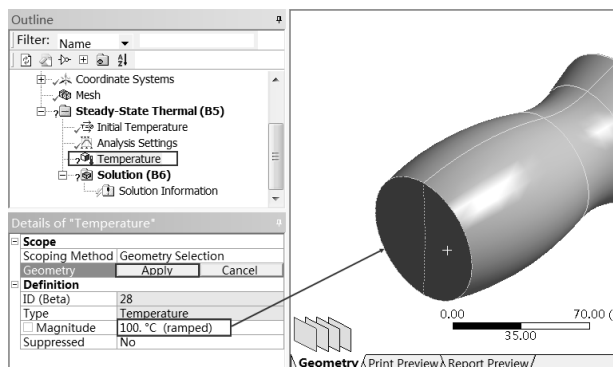

图 15-19 施加载荷
Step3：如图 15-19 所示，选择 Temperature 选项，选择杯子底面，确保 Details of “Temperature”面板 Geometry 栏中出现 2 Faces，表明杯子底面被选中，在 Definition Magnitude 中输入 100，完成一个热载荷的添加。